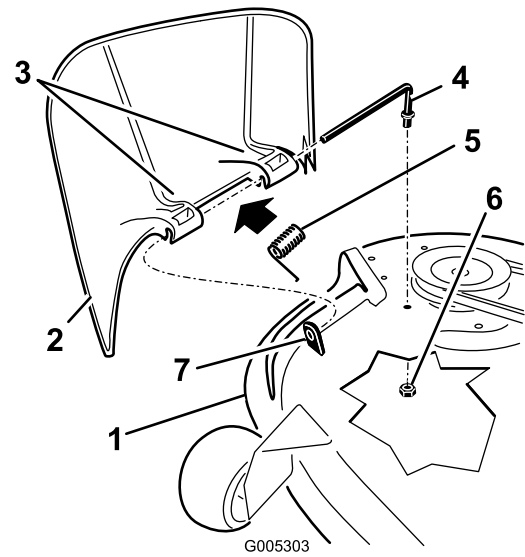

Figure 60
1. Retirez l'écrou (3/8 po) de la tige, sous le tablier de coupe (Figure 60).
2. Sortez la tige de la courte cheville de positionnement, du ressort et du déflecteur d'herbe (Figure 60).
4. Remettez en place le déflecteur d'herbe (Figure 60).
7. Insérez la tige dans le deuxième support du déflecteur d'herbe (Figure 60).
9. Fixez l'extrémité arrière de la tige dans le tablier de coupe à l'aide d'un écrou (3/8 po), comme montré à la Figure 60.